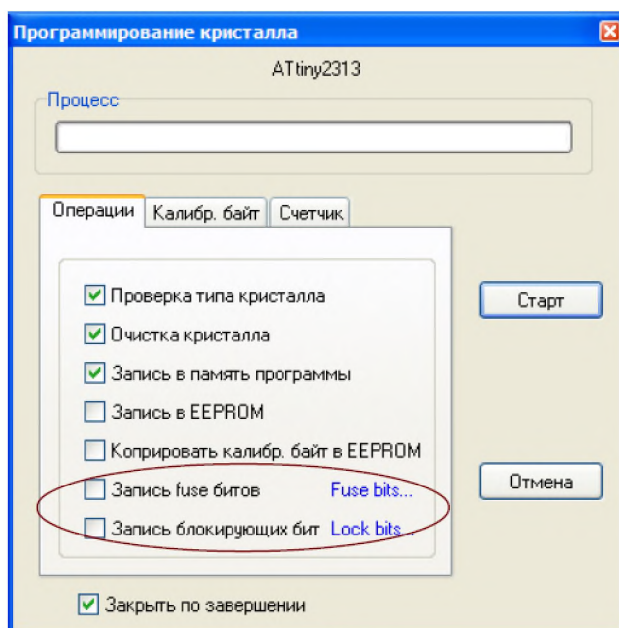

Рис. 4.2
10. «Прошить» тестовую программу в кристалл. Для этого нажать кнопку «ЗАПУСК С КРИСТАЛЛОМ», при этом откроется диалог программирования кристалла рис. 4.2. **Перед прошивкой следует нажать кнопку с фиксацией $\#$ RESET $\#$ на учебном приборе.**
11. Перед нажатием кнопки «СТАРТ» следует внимательно проверить положения флажков установки программатора рис. 4.2. **Особенно внимательно следует отнестись к опциям $\#$ ЗАПИСЬ Fuse bit $\#$ и $\#$ ЗАПИСЬ блокирующих бит $\#$. ФЛАЖКИ ЭТИХ ОПЦИЙ ОБЯЗАТЕЛЬНО ДОЛЖНЫ БЫТЬ СНЯТЫ, Т. К. НЕ ПРАВИЛЬНО ПРОШИТЫЕ FUSE БИТЫ МОГУТ ПРИВЕСТИ К ДАЛЬНЕЙШЕЙ НЕВОЗМОЖНОСТИ РАБОТЫ С ДАННЫМ МИКРОКОНТРОЛЛЕРОМ!**